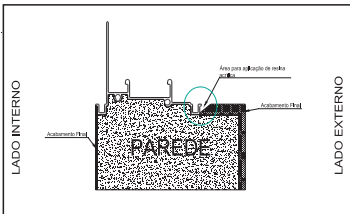

Figura 8 - Área para vedação.
n) Fazer uma ranhura entre a janela e alvenaria em todo seu contorno pelo lado externo logo após a execução do acabamento, para a aplicação de material vedante (resina acrílica a base de água), conforme figura 8.
s) Aplicar material vedante (resina acrílica a base de água) no contorno externo da esquadria, na ranhura já existente, no local indicado na figura 8.